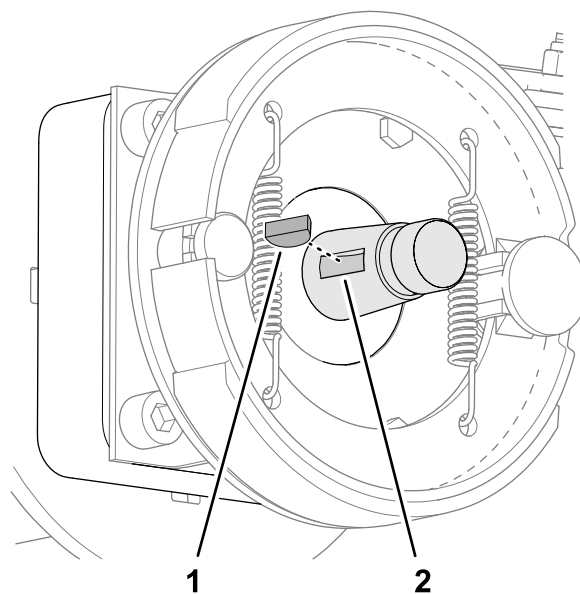

**Рисунок 64**
1. Отверните контргайку крепления ступицы к валу колесного мотора (Рисунок 63 или Рисунок 64).
4. Используйте указанный съемник ступицы колеса, чтобы снять ступицу колеса и тормозной барабан с вала колесного мотора (Рисунок 63 или Рисунок 64).